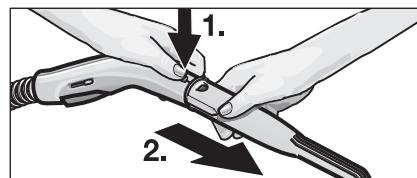

Fig. 2: Ta av tilbehørsdelen
- Når du skal ta av tilbehørsdelen, trykker du på åpneknappane (B3 og F2), og trekker delene fra hverandre (se fig. 2).